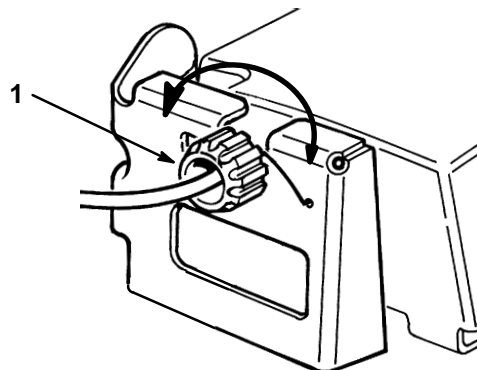

Abbildung 22
2. **EINSTELLUNG** (Abb. 22) — Den Reglerknopf 1/2 Umdrehung im Uhrzeigersinn drehen, wenn der Selbstantrieb nicht arbeitet. Wenn sich der Rasenmäher langsam vorwärts bewegt, den Knopf um 1/2 Umdrehung im Gegenuhrzeigersinn drehen, um den Riemen zu lösen.